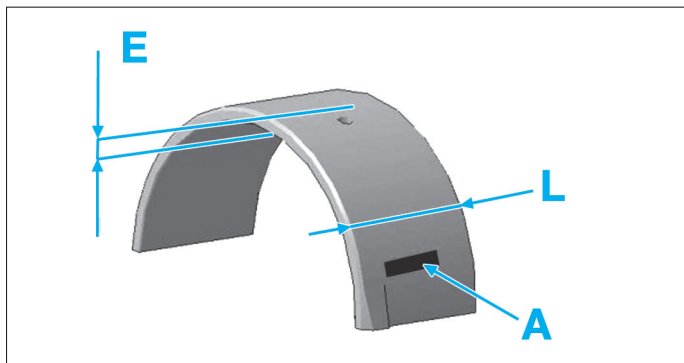

Fig. 14
Coussinets de bielles (Fig.14) :
Identification des coussinets de bielle repère (A) (Fig.14) :